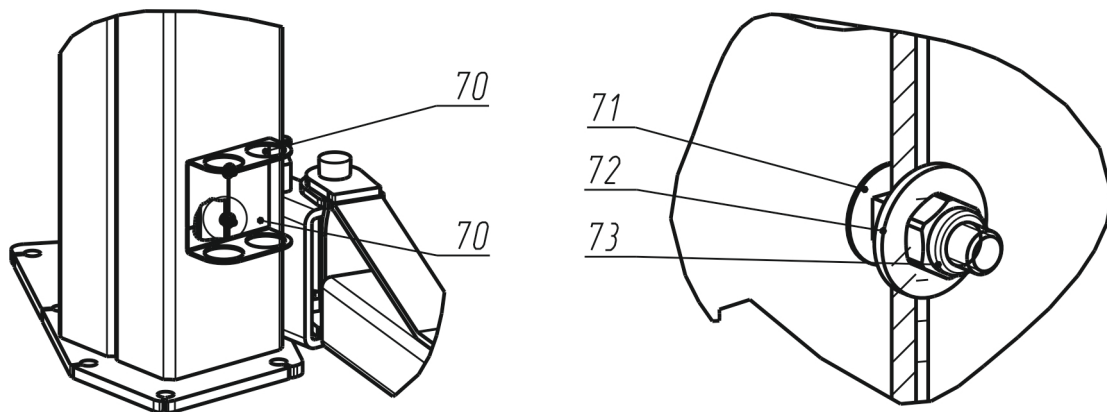

Рисунок 6.10 – Установка подставок
6.16 Для установки подставок (Рисунок 6.10) необходимо поднять и установить каретку на стопор.